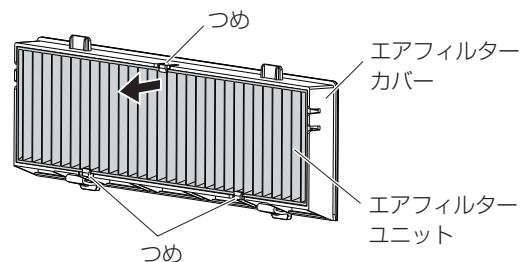

図 2
- エアフィルターユニットは 3 か所のつめで固定されています。その内の 1 か所つめがある側のひだをつまみ、エアフィルターカバーから取り出してください。(図 2)